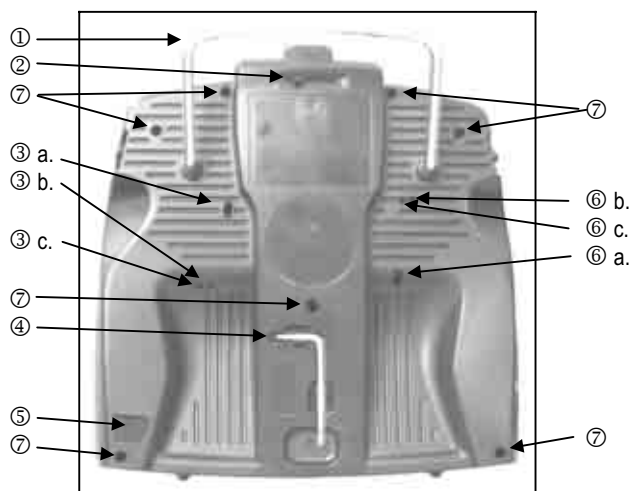

Abbildung 9.3: Sender von unten
Der Sender muss dazu nicht geöffnet werden. Die Schrauben sind durch die Öffnungen im Senderboden erreichbar. Die Positionen der verschiedenen Einstellschrauben zeigt die Abbildung 9.3.
Die Schrauben zum Ändern der Rückstellkraft sind nicht von Außen zugänglich. Der Sender muss dazu geöffnet werden (7 Schrauben, ⑦ in Abbildung 9.3.).
Zum Wechseln des Senderakkus muss der Sender geöffnet werden (7 Schrauben, ⑦ in Abbildung 9.3.).